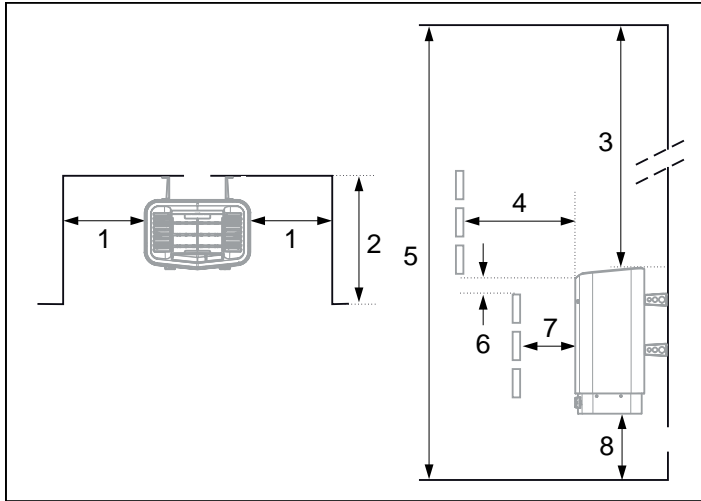

Abb. 3: Position des Saunaofens – Nischenmontage
- An derselben Wand wie die Tür (nur ausnahmsweise an der Seitenwand, dann aber möglichst nahe an der Türwand); der Saunaofen kann auch in einer Nische angebracht werden, siehe Abb. 3, Seite 10.
Platzieren Sie den Saunaofen in sicherem Abstand zu Boden, Seitenwand und Einrichtung, siehe Abb. 3, Seite 10.